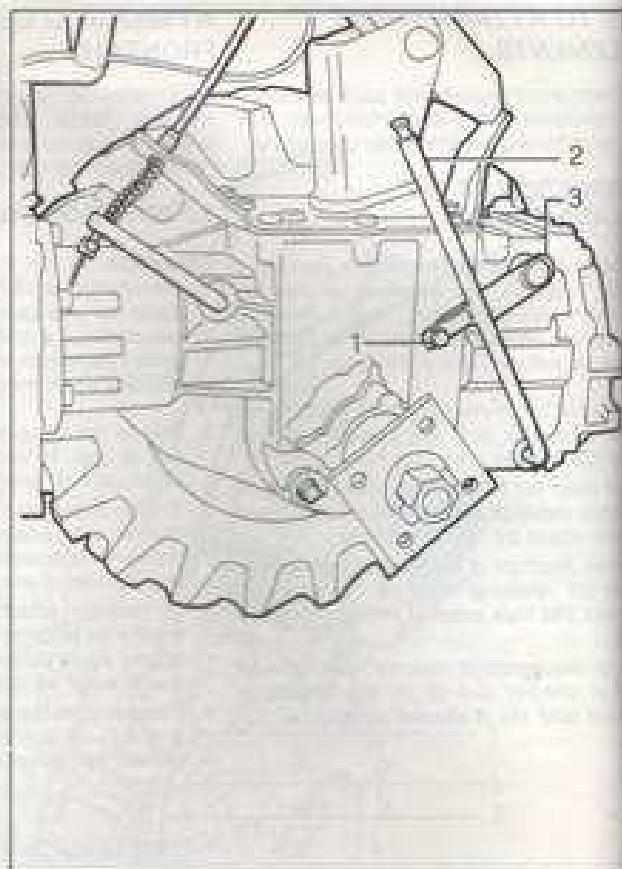

Fig. 9 - Bild 9
1. Rimuovere la vite a testa esagonale (fig. 9, part. 1) installata sulla leva di comando p.d.p.; di conseguenza la leva della p.d.p. (2) potrà innestarsi liberamente senza essere bloccata dall'impedimento (3).
1. Remove the hex head screw (fig. 9, part II) located on the p.t.o. control lever; consequently the p.t.o. lever (2) will be caused to engage freely without being precluded by lock (3).
1. Enlever la vis à tête de six pans (fig. 9, rep. 1) installée sur le levier de commande de la p.t.o., après quoi le levier de la p.d.l. (2) pourra se connecter aisement sans être arrêté par l'obstacle (3).
1. Die Sechskantschraube (Bild 9, Detail 1) entfernen, die auf dem Zapfwelle-Steuерhebel angeordnet ist. Dadurch kann der Zapfwelle-Steuerhebel (2) ohne Hindernisse eingeschalten werden (3).